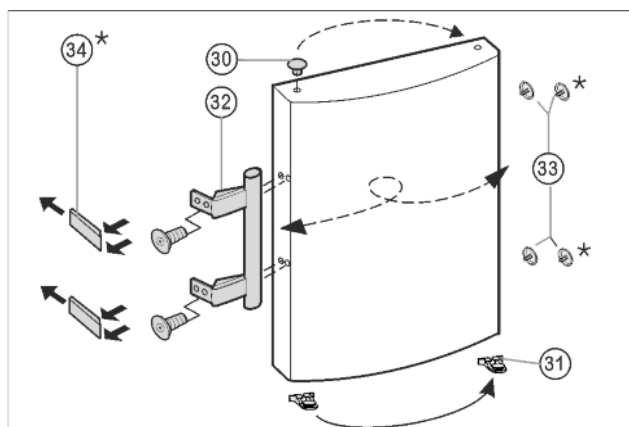

Fig. 8
- ▶ Wyciągnąć wkładkę Fig. 8 (30) z zawiasu drzwi i przełożyć na drugą stronę.
- ▶ Zdemontować uchwyt drzwi Fig. 8 (32), zatyczki Fig. 8 (33) oraz płytki dociskowe\* Fig. 8 (34) i przełożyć je na przeciwną stronę.